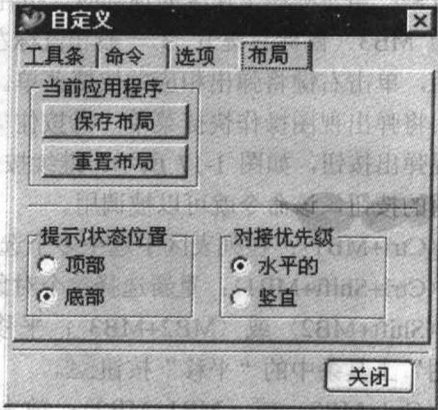

图 1-16 “布局”选项卡
(5) 单击“布局”选项卡,如图 1-16 所示,该选项卡主要用来对界面的布局进行设定。